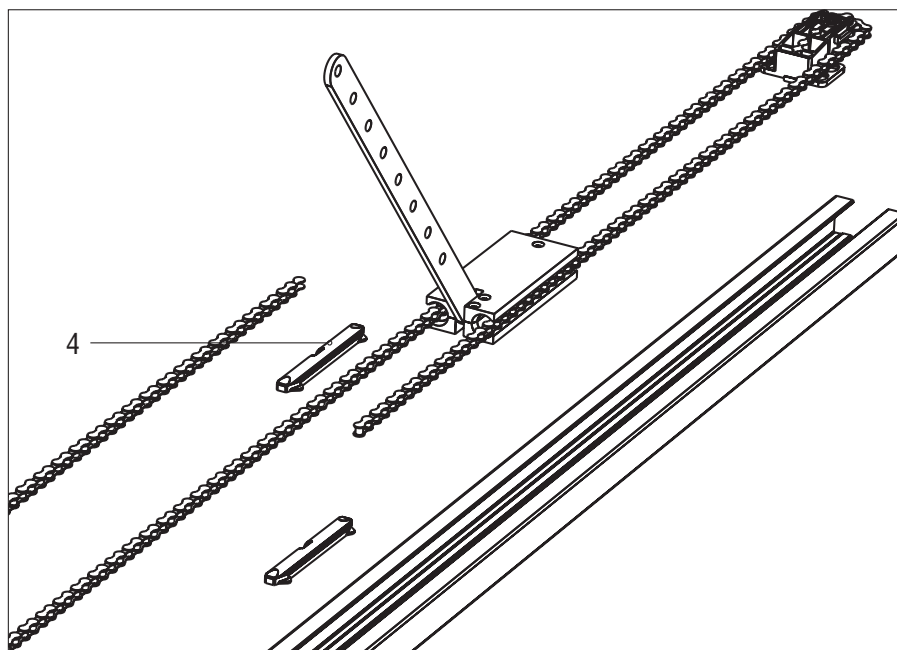

Рис. 4
5. Разберите суппорт поз. 4 на две части (рис. 4).